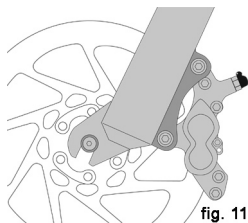

fig. 11
3. Niektóre hamulce rowerowe, takie jak np.: hamulce tarczowe (rys. 11) są niezwykle skuteczne. Zapoznaj się z nimi szczegółowo.